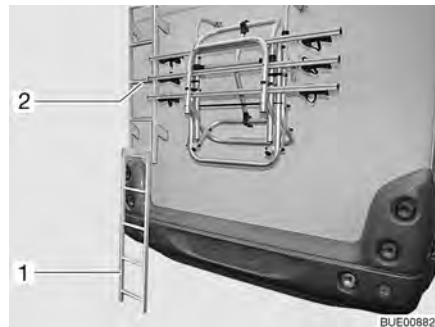

Fig. 1 Echelle arrière
- Accrocher la partie inférieure de l'échelle (Fig. 1,1) dans la partie de l'échelle (Fig. 1,2) qui est fixée à l'arrière et le déposer sur le sol.